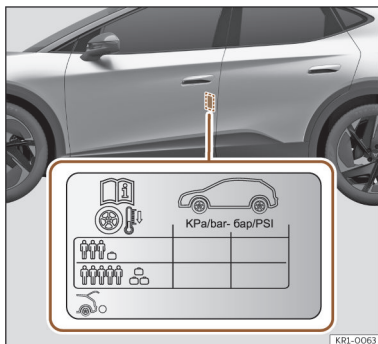

Fig. 200 Localização do autocolante da pressão de ar dos pneus.
- Adapte a pressão dos pneus à carga transportada pelo veículo >>> **Fig. 200.**
Os valores da pressão de enchimento indicam-se na etiqueta autocolante situada na zona posterior da moldura da porta dianteira esquerda >>> **Fig. 200.**
A pressão dos pneus tem de ser ajustada à carga momentânea do veículo. Se pretender utilizar o veículo com a carga máxima, terá de aumentar a pressão dos pneus para o valor máximo indicado na etiqueta >>> **Fig. 200.**
No caso de uma roda de emergência mais estreita (125/70 R16 ou 125/70 R18), encher a 4,2 bar de pressão segundo indicado na etiqueta de pressão dos pneus >>> **Fig. 200.**
- O condutor é responsável por garantir que todos os pneus do veículo estejam cheios com a pressão correta. A pressão de ar recomendada é indicada num autocolante >>> Fig. 200.
- Com os pneus a frio, deverá manter-se sempre a pressão indicada no autocolante >>> Fig. 200.